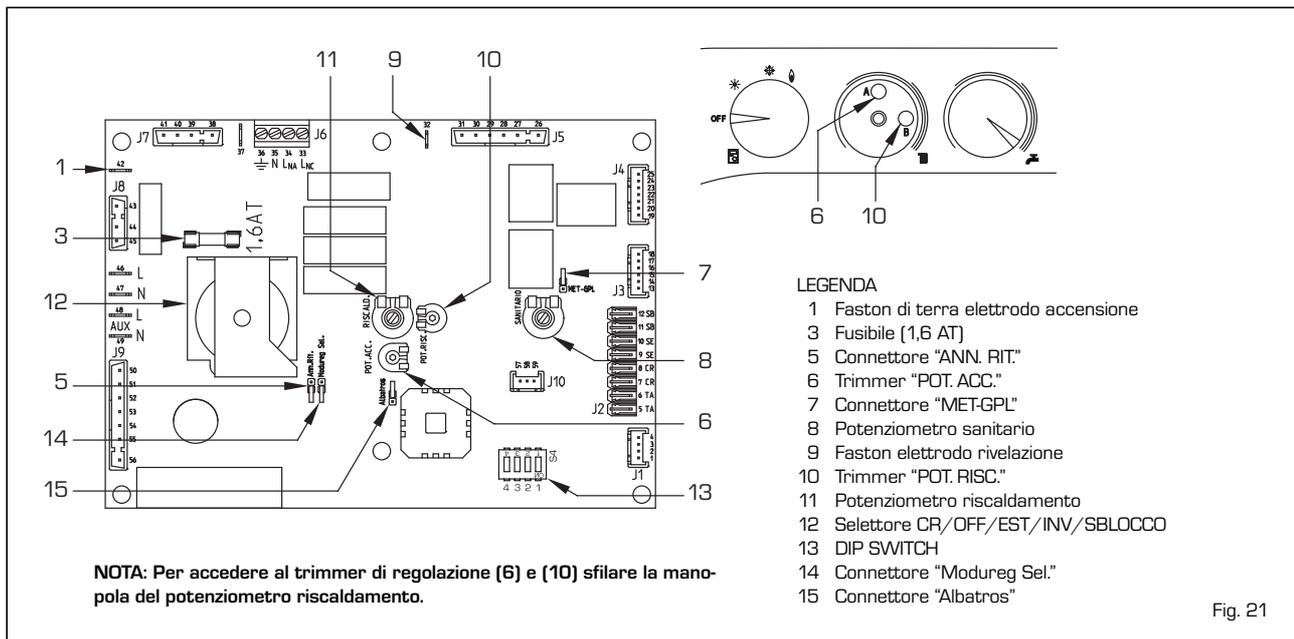

Fig. 21
- **Trimmer "POT. RISC."** (10 fig. 21)
- **Trimmer "POT. ACC."** (6 fig. 21)
- **Connettore "MET-GPL"** (7 fig. 21)
- **Connettore "ANN. RIT."** (5 fig. 21)
- **DIP SWITCH** (13 fig. 21)
- **Connettore "Modureg Sel."** (14 fig. 21)
- **Connettore "Albatros"** (15 fig. 21)
Per effettuare la regolazione della potenza riscaldamento, modificando la taratura di fabbrica il cui valore di potenza è di 19 kW, occorre operare con un cacciavite sul trimmer potenza riscaldamento (1 fig. 21).
- Smontare il collettore bruciatori (1).
- Sostituire gli ugelli principali (5) e la rondella in rame (4) con quelli forniti nel kit; per eseguire questa operazione usare una chiave fissa da 7.
- Inserire il ponte del connettore "METANO/GPL" della scheda elettronica sulla posizione corrispondente al gas utilizzato (7 fig. 21).